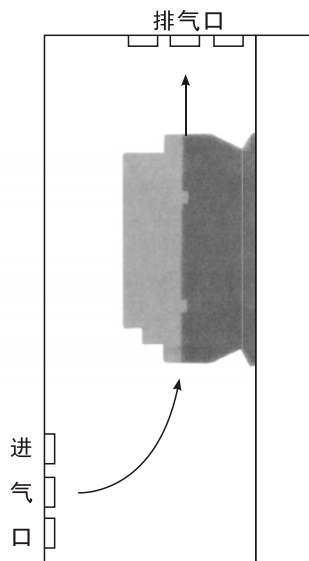

图 3.3
- 软起动器在柜内安装时，除上述要求外，还须选用上、下通风良好的柜体，如图3.3。